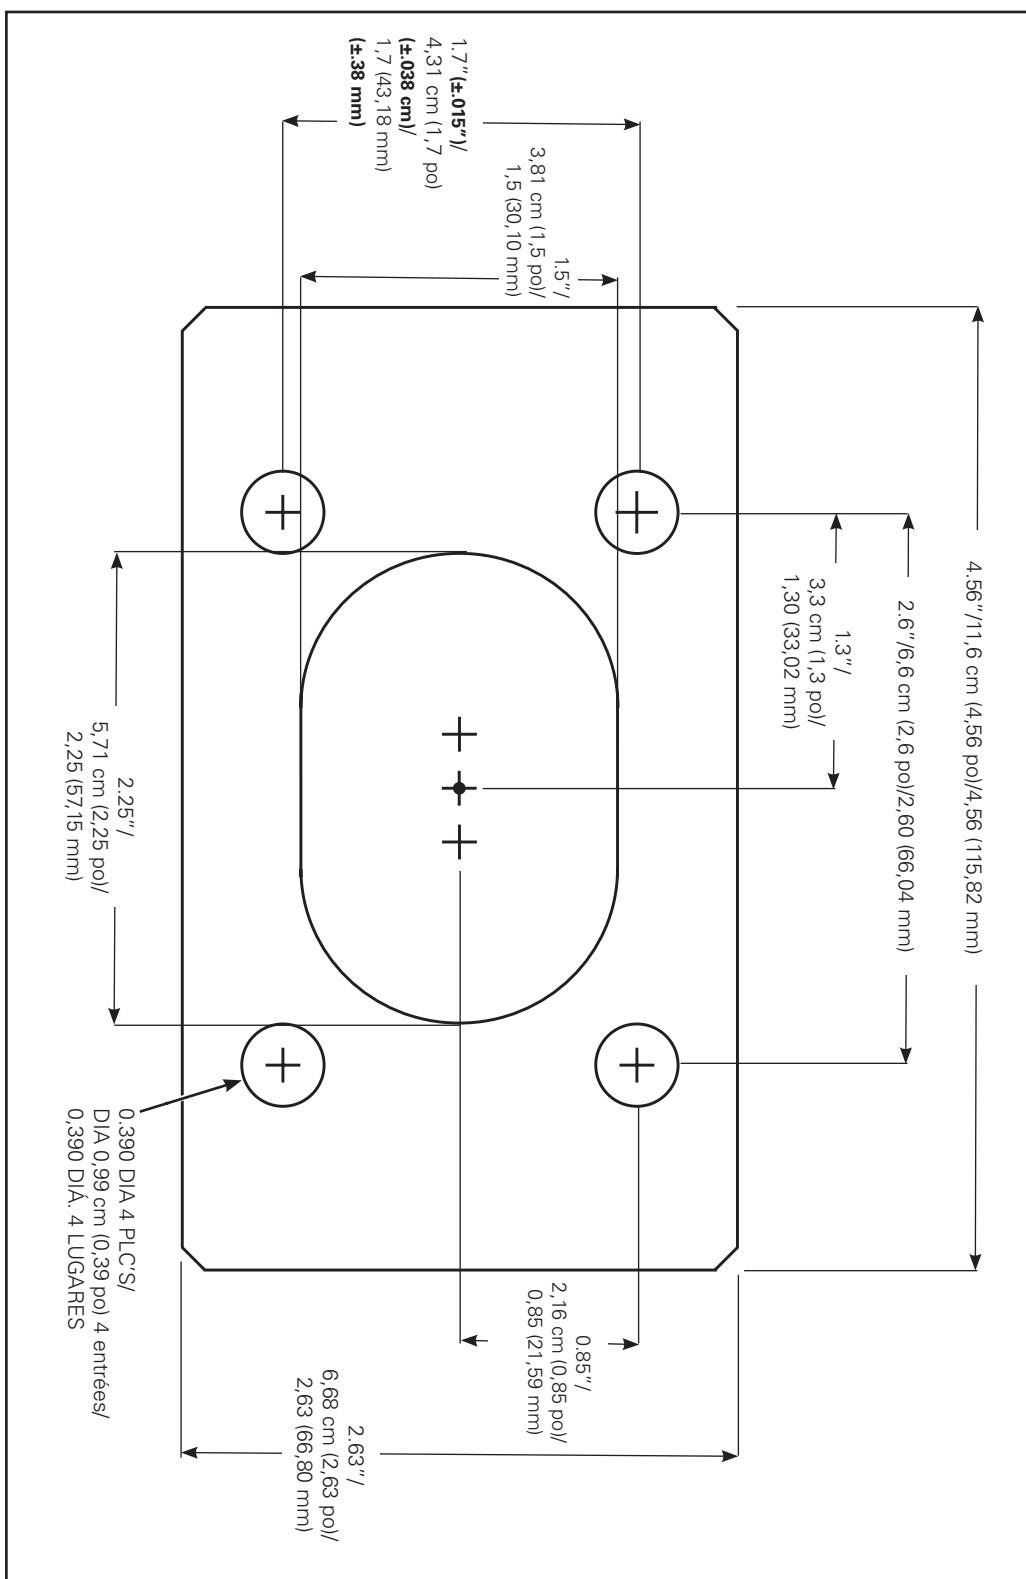

**Figura 5.**
- Vuelva a colocar la placa de montaje del controlador en la base y conecte con la alimentación (máx. de AWG n.º 10). Para el 303-B1, conecte los cables de entrada al controlador con las tuercas herméticas para cables (Figura 4.). Para el 303-B2, conecte los dos controladores en paralelo y conecte a la entrada de alimentación con las tuercas herméticas para cables (de otras marcas). (Figura 5)